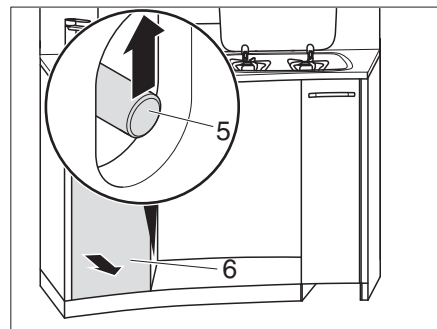

Bild 112 Låsa upp hög kökslåda
- Ta tag genom öppningen och skjut skjutstängan (Bild 112,5) uppåt.